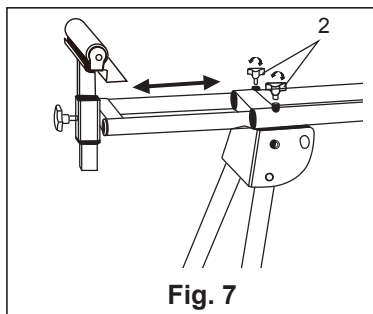

Fig. 7
Utilize os carris de extensão para trabalhar com peças de trabalho mais compridas. Desaperte o manípulo de ajuste da extensão (2). Estenda o carril até à posição desejada e, depois, aperte o manípulo de ajuste da extensão. (Ver Fig. 7)